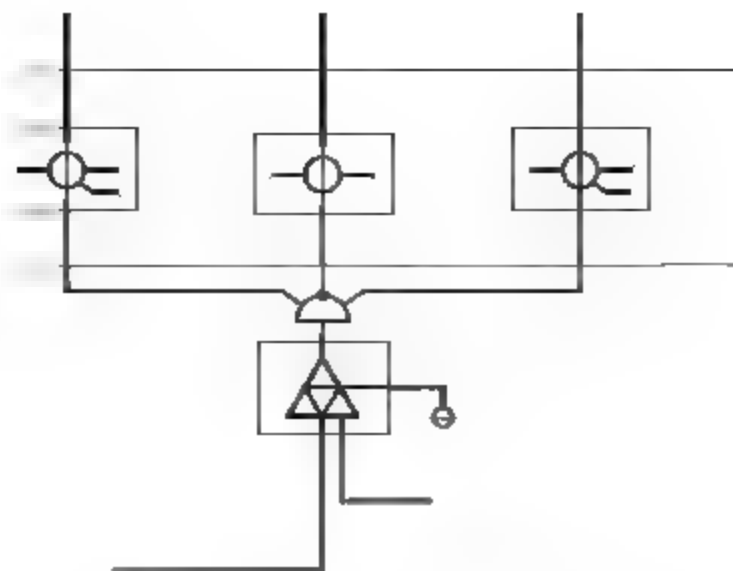

图13-39 绘制线路
**10** 调用PL【多段线】命令，设置【宽度】为50，绘制引入配出线路，结果如图13-39所示。